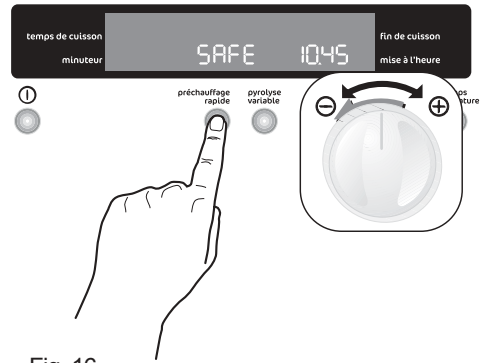

Fig. 16
1. Éteignez le four en appuyant sur la touche "**Marche/Arrêt**" ①.
3. En même temps, appuyez sur la touche "**Préchauffage Rapide**" et maintenez-les pressées pendant au moins 3 secondes. L'indication '**SAFE**' (**Sécurité**) est affichée sur l'écran tandis qu'un signal sonore retentit (Fig. 16).